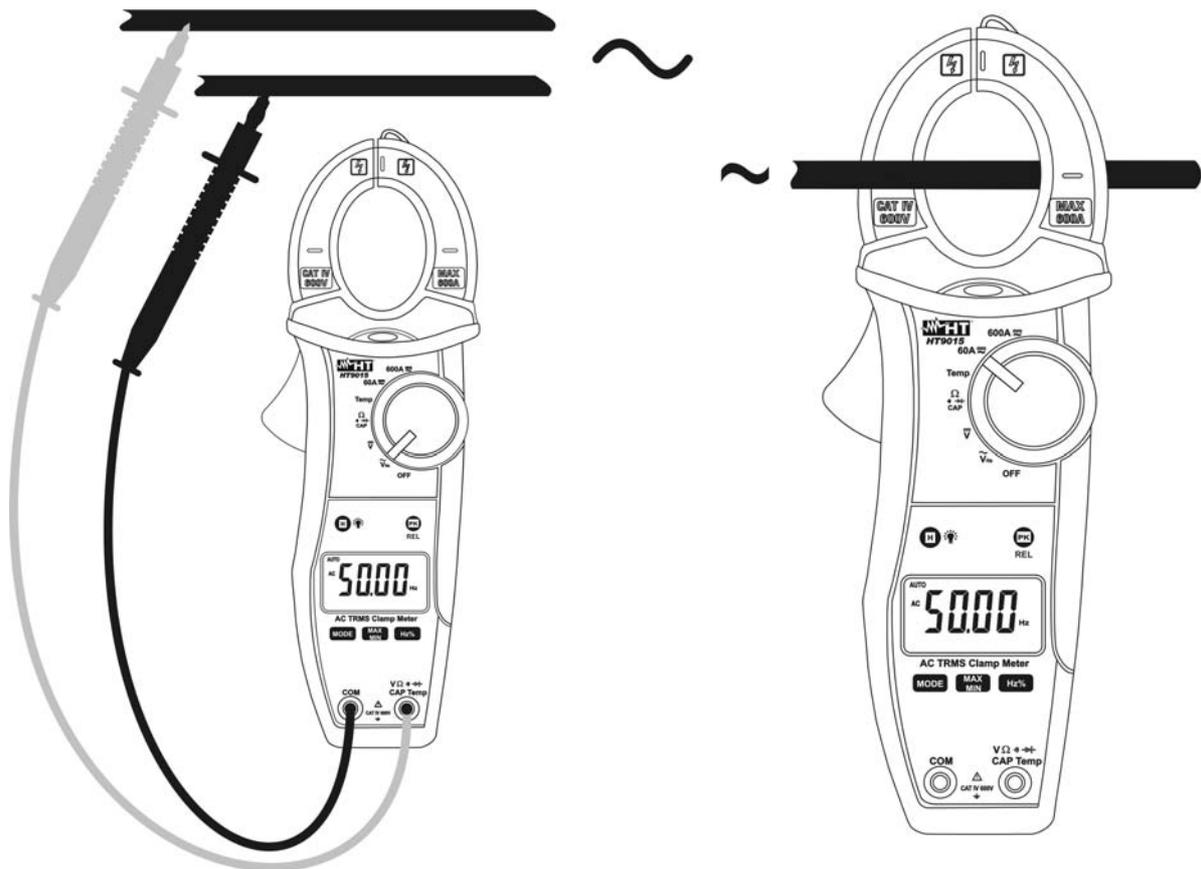

Fig. 11: Måling af frekvens og Duty cycle
3. Isæt den røde testledning i $V\Omega \rightarrow CAPHz\%Temp$ bøsningen (rød) og den sorte testledning i **COM** bøsningen (sort) (se fig. 11 – venstre side), for frekvensmåling med testledninger. Åben tangen og put den testede leder ind i midt af tangen (kæberne) (se fig. 11 – højre side), for frekvensmåling med kæberne. Markørvisning er ikke tilgængelig i frekvens – og duty cycle test.